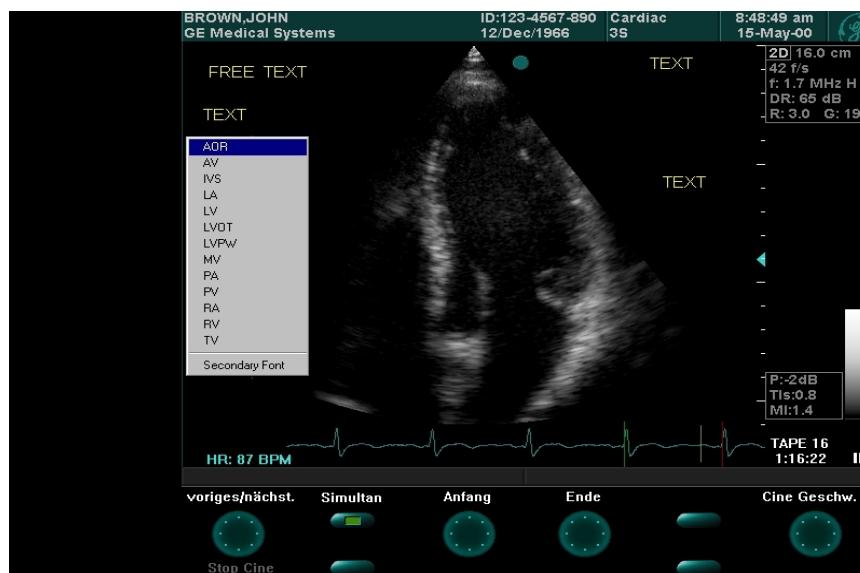

Abbildung 2-18: Typische Anzeige von Anmerkungen mit modusspezifischem Menü-
Drücken Sie auf dem Bedienfeld die Taste **Menü**. Eine Liste modusspezifischer Abkürzungen wird angezeigt, wie in Abbildung 2-18 dargestellt.
3. Drücken Sie auf dem Bedienfeld die Taste **Menü**. Eine Liste modusspezifischer Abkürzungen wird angezeigt, wie in Abbildung 2-18 dargestellt.
Drücken Sie auf dem Bedienfeld die Taste **Menü**. Eine Liste modusspezifischer Abkürzungen wird angezeigt, wie in Abbildung 2-18 dargestellt. Steuern Sie mit dem TRACKBALL den gewünschten Text an, und drücken Sie **Auswahl**.
Hinweis: Die zweite Schriftart wird für alle Anmerkungen verwendet, bis sie in dem in Abbildung 2-18 dargestellten Menü deaktiviert wird.